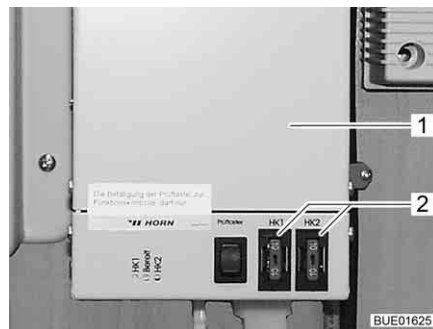

Fig. 173 Régulateur du chauffage des conduites des eaux usées
Les fusibles se trouvent sur le régulateur (Fig. 173,1).
- Changer le fusible (Fig. 173,2).